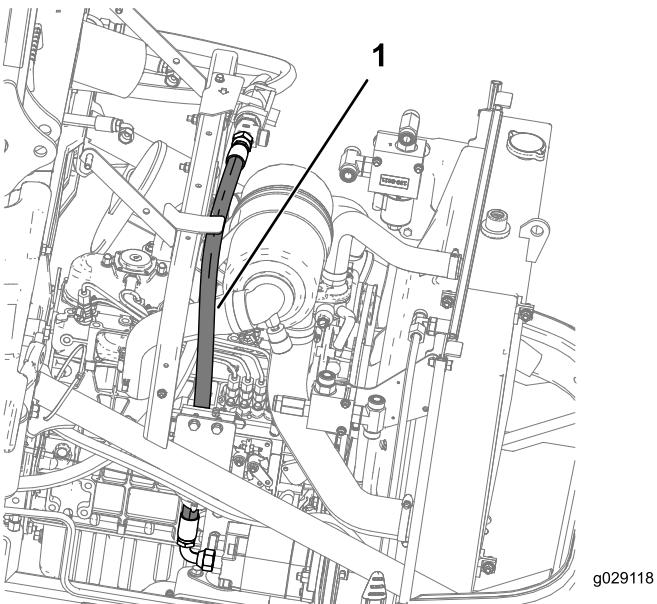

Figura 28
8. Montate il flessibile idraulico C proveniente dal raccordo a T (5/8 x 5/8 x 3/4 poll. maschio) del gruppo della testa del filtro sul raccordo dell'adattatore (5/8 x 3/4 poll., maschio) del gruppo della pompa a ingranaggi, come illustrato nella Figura 28.